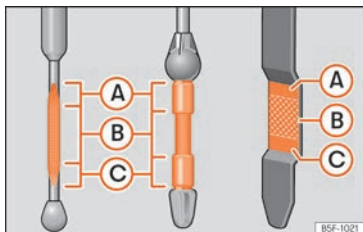

Fig. 270 Varilla de medición del nivel de aceite.
Si el nivel de aceite se encuentra por encima de la zona »» fig. 270 (A), no arranque el motor. Puede causar daños en el motor y en el catalizador. Informe al servicio técnico.
Si el nivel de aceite se encuentra por encima de la zona »» fig. 270 (A), no arranque el motor. Puede causar daños en el motor y en el catalizador. Informe a un taller especializado.
El nivel de aceite no deberá estar en ningún caso por encima de la zona »» fig. 270 (A).